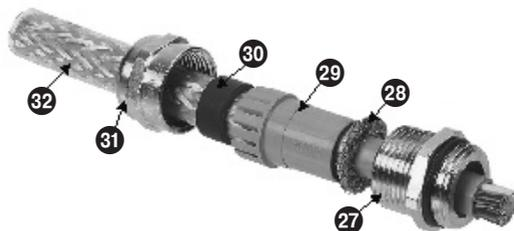

Fig. 11
3. Desenroscar la tuerca de sombrerete **31** del atornillado para cables **18** y extraer el inserto de laminillas **29**. **Fig. 11**